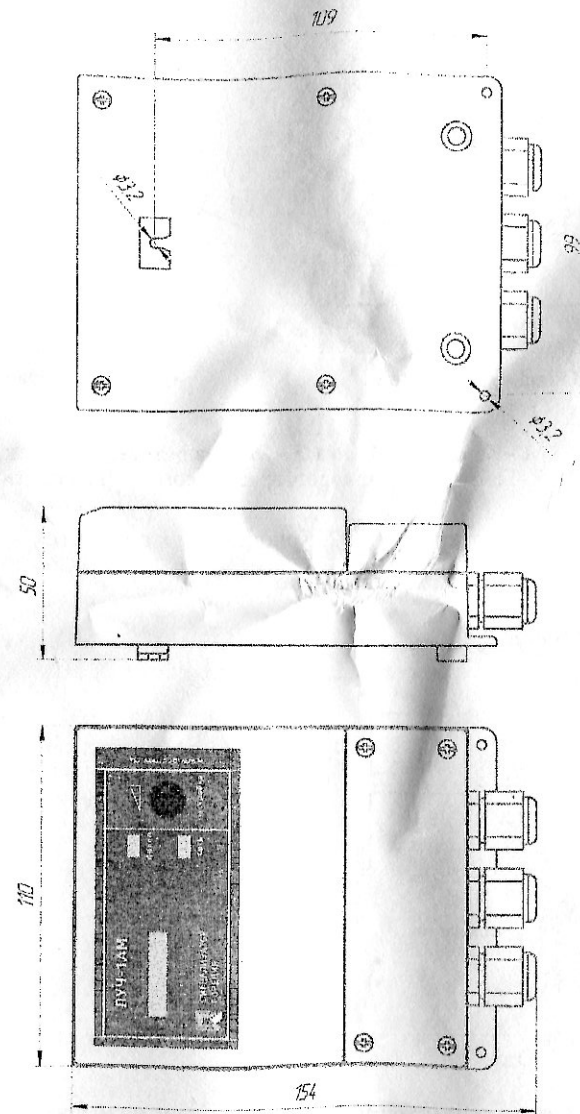

Рис.1.6. Сигнализатор ЛУЧ-1АМ исп. 033.
- Рис. 1.6. Сигнализатор ЛУЧ-1АМ исп. 033. Габаритный чертеж.